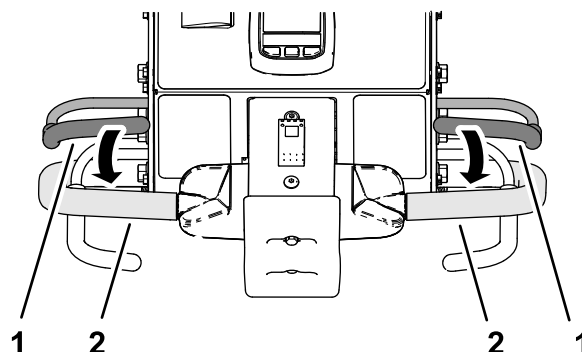

Figura 100
3. Agarre el manillar izquierdo o derecho y la barra de presencia del operador (Figura 100) y apriete la barra hacia el manillar.